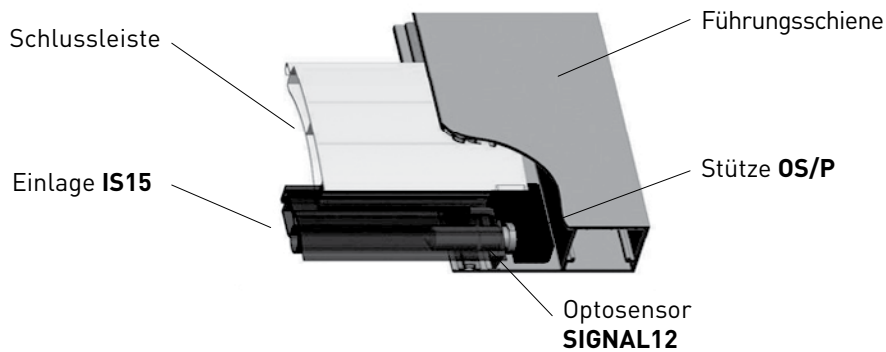

Abb. 4.2 Anbringen der OS/P-Stütze für AG/77-Rolltore
5. Stützen aus dem **OS/P-Set** laut Abb. 4.2 anbringen. Vor dem Zusammenpressen der Stützen vergewissern Sie sich, dass sie dicht an die Stirnseite der Schlussleiste gedrückt sind.